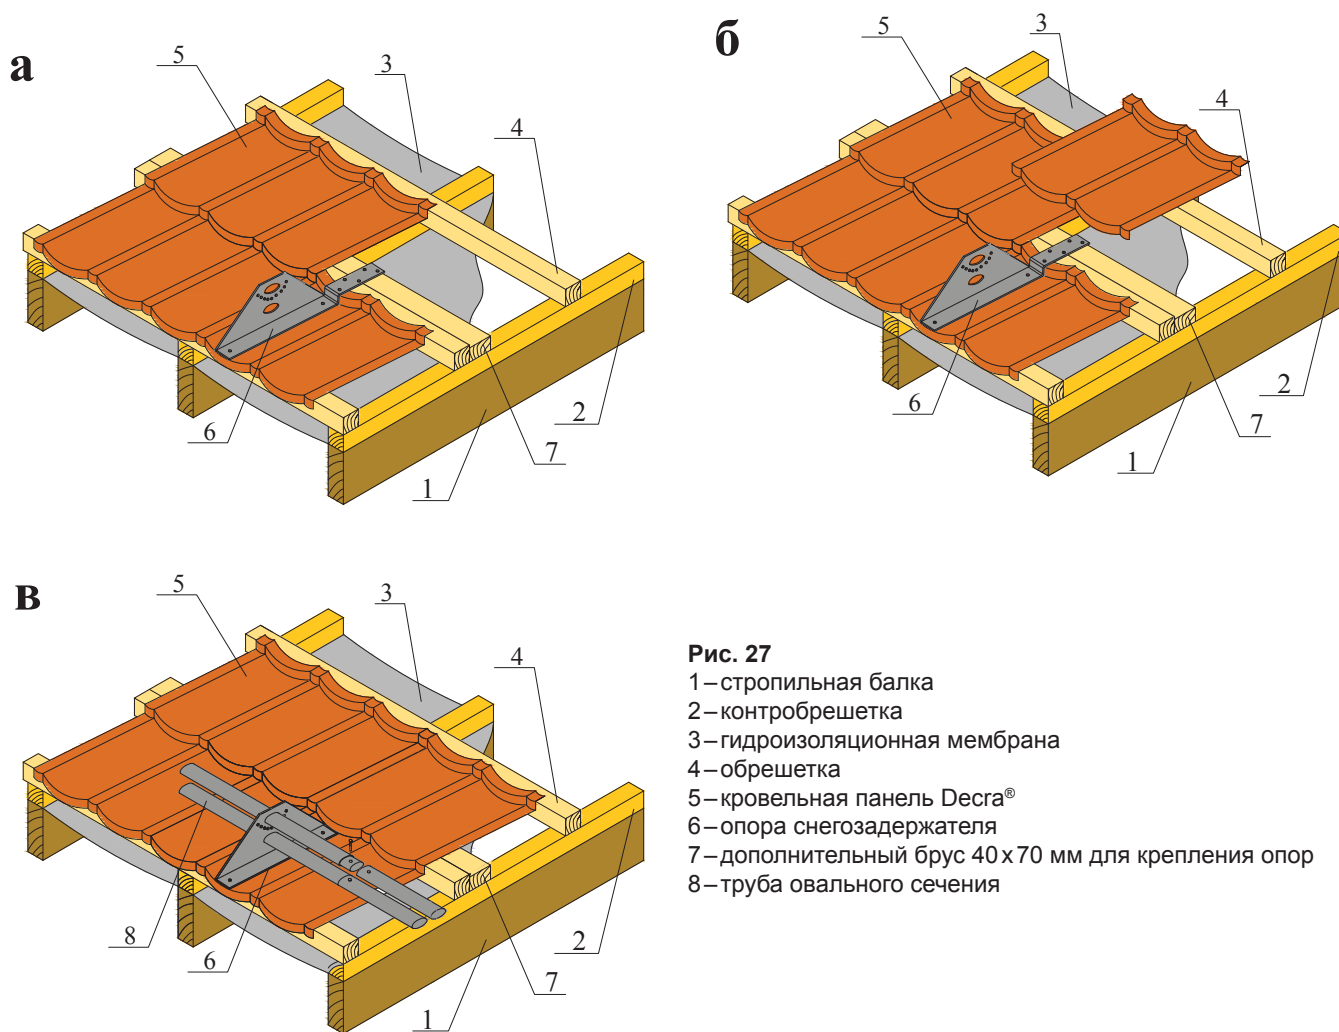

Рис. 27
4.12.1. В случае, если проектом предусмотрена установка снегозадержателей, их устанавливают как показано на рис. 27а, б, в.